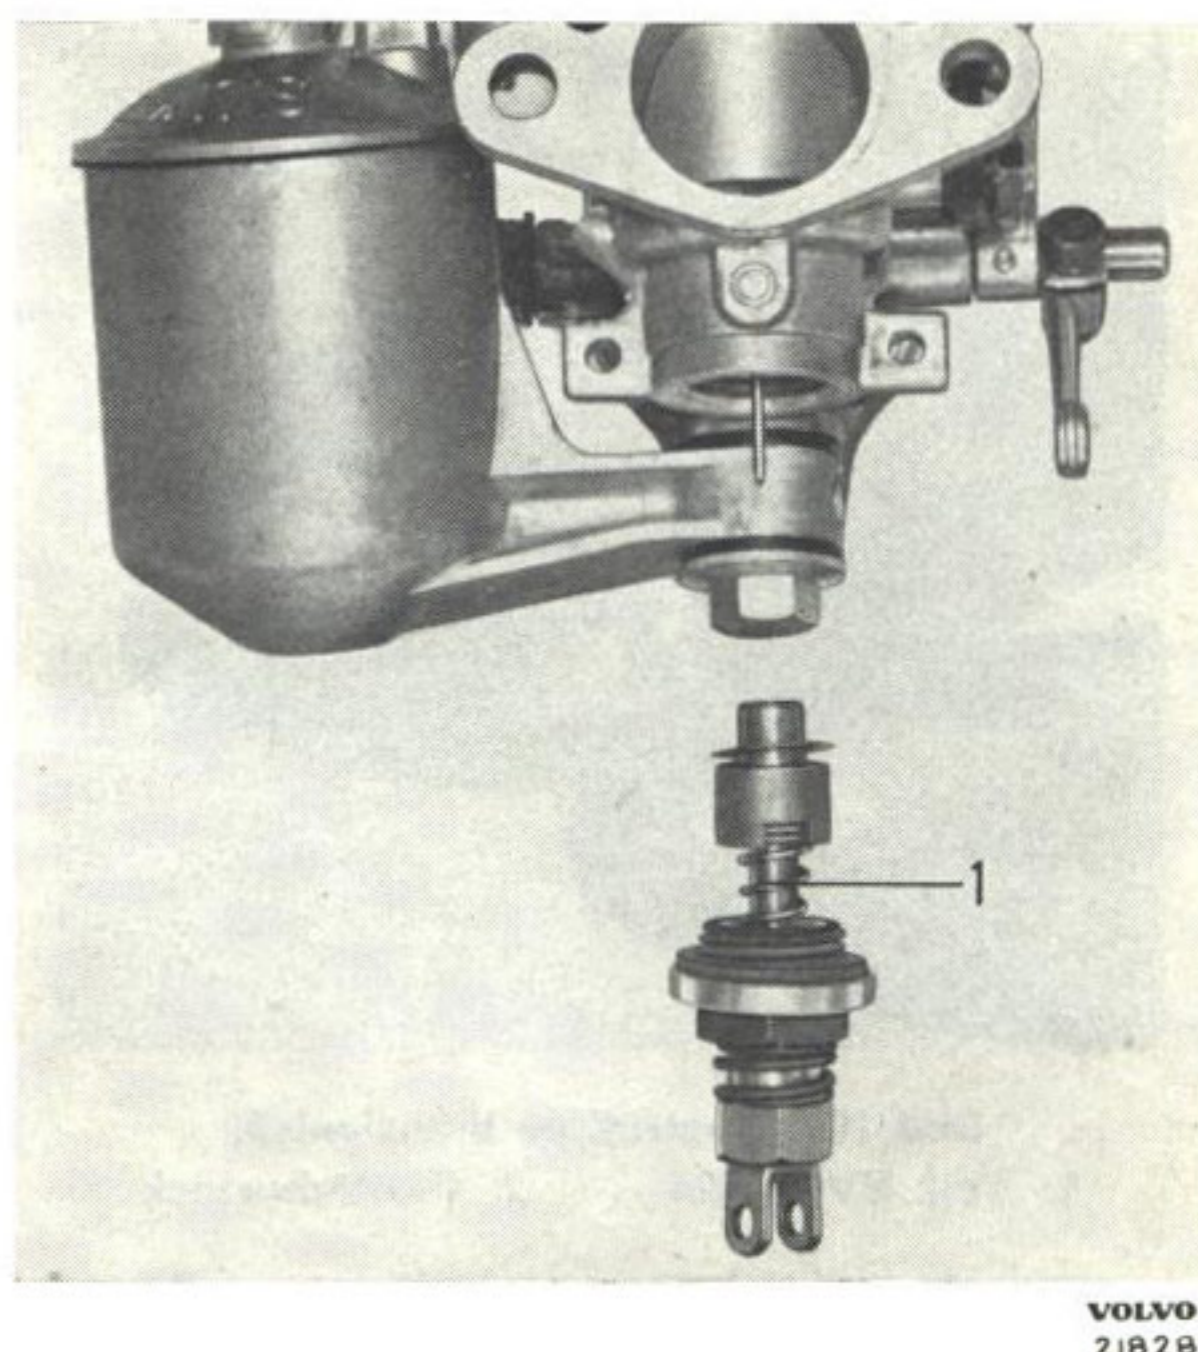

Bild 15. Munstycksanordning hopsatt.
3. Skjut in munstycket tillsammans med monterade delar, i förgasarhuset, se bild 15. Skruva åt låsmuttern lätt. Centra munstycket enligt följande avsnitt och montera därefter hävarm och övriga demonterade delar.